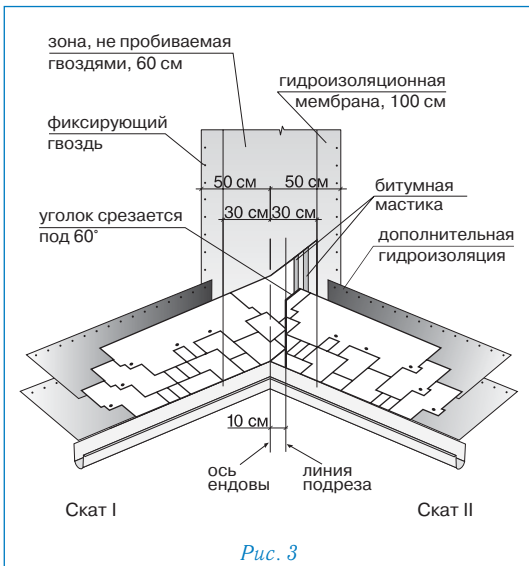

Рис. 3
Ендова (рис. 3)
- на прилегающем скате (II) вдоль оси ендовы на расстоянии 30 см от нее отбивается линия;
- лист, подходящий к ендове со ската II, должен доходить до линии подрезки и обрезаться по ней. Верхний уголок обрезанного края листа подрезается под углом 60° (5 × 3 см — рис. 3);